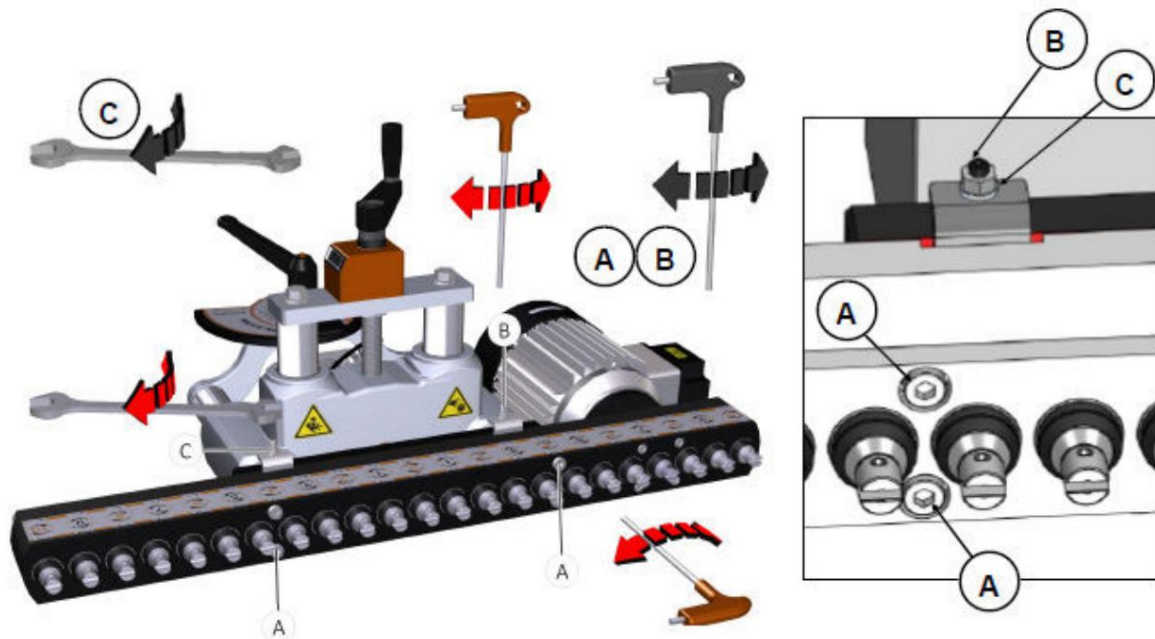

Bild 6-4: Justering av borrhuvudets parallellitet
6.2 Justering av borrhuvudets parallellitet (bild 6-4)